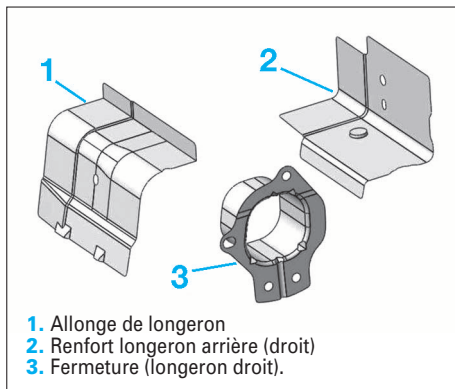

FIG. 130
- Identification de la pièce neuve (Fig.130).